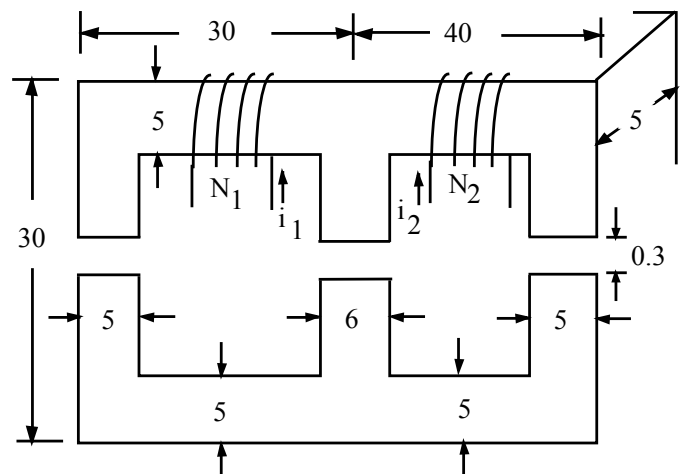

Figura 1.2
1.3.- En el sistema de la Figura 1.2, considere que la permeabilidad del material magnético del núcleo es $500 \mu_0$. Los datos son: $N_1 = 1000$ espiras; $i_1 = 2,5$ Amperes; $N_2 = 1500$ espiras, $i_2 = 1,2$ Amperes. Todas las dimensiones están dadas en cm.